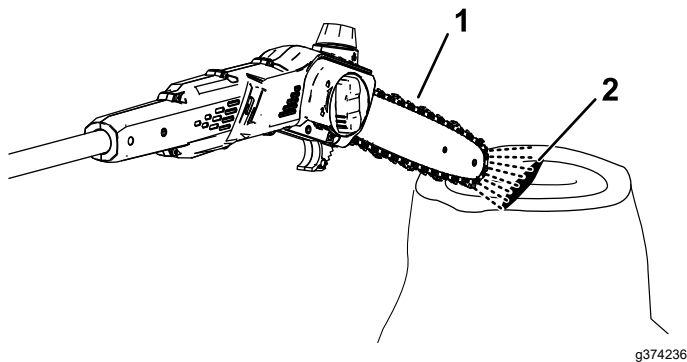

Figura 16
2. Per accertarvi che l'olio fluisca verso la catena, puntate la punta del potatore telescopico a pochi centimetri da una superficie (per esempio, carta, cartone, un ceppo) e azionate il potatore telescopico; dovrete essere in grado di vedere un leggero zampillo di olio sulla superficie (Figura 16).